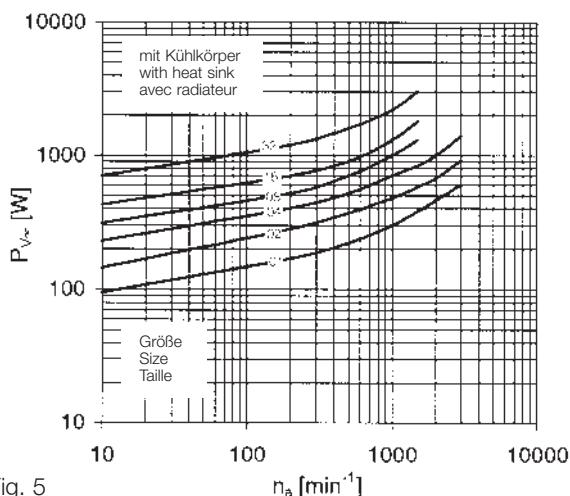

Fig. 5
$P_{v\infty}$ (W)	= perte de puissance en fonctionnement continu (fig.5+6)
$$P_V = P_{V\infty} \cdot \frac{t_B + t_0}{t_B} \quad (P_{V\infty} \cong \text{Fig. 5 + 6})$$
( $P_{v\infty} \triangleq \text{Fig. 5 + 6}$ )
Die Diagramme Fig. 5 + 6 zeigen für Magnetpulverkupplungen die Abhängigkeit der max. zulässigen Dauer-Verlustleistung  $P_{v\infty}$  von der Drehzahl  $n_a$  des Primärbauteils.
The diagrams figs. 5 + 6 show the variations of the maximum permissible continuous heat dissipation with respect to the speed ( $n_a$ ) of the primary rotor for magnetic particle clutches.